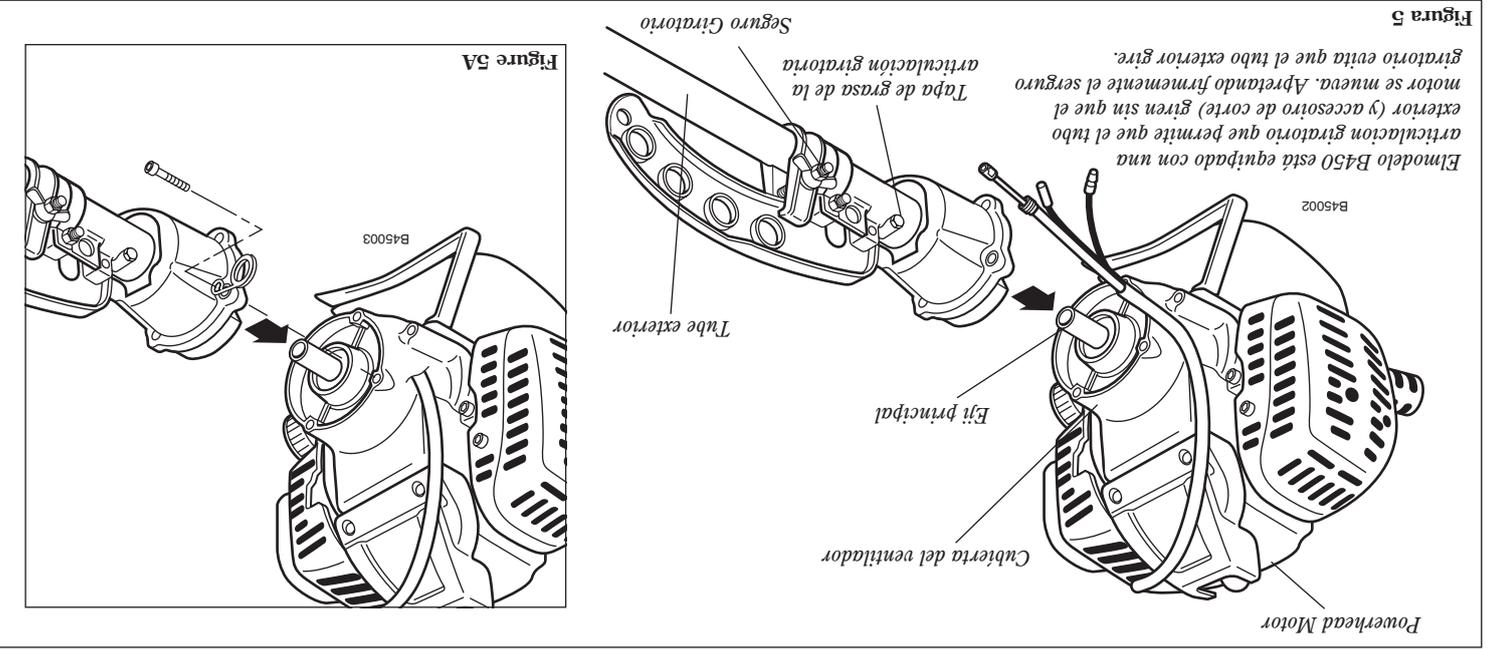

Figura 5
3. Inserte el ensamblaje de la tapa del tubo exterior en la tapa del ventilador. Asegúrese que las varillas del eje principal estén totalmente dentro del tambor de embrague. Ver figura 5.